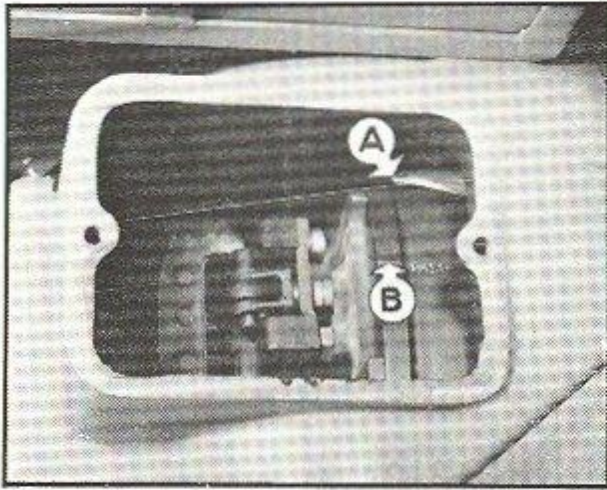

Fig. 25. — Point mort haut.
10° Calage de la distribution (fig. 25, 26 et 27) :
- Virer le moteur au moyen de la manivelle, jusqu'à ce que le repère (P.M.S. 1-4) gravé sur le volant (fig. 25) - (B), coïncide avec l'index métallique (A) fixé à l'intérieur du carter intermédiaire. Dans cette position, les pistons des cylindres N^{os} 1 et 4 se trouvent au point mort haut, l'un en phase de compression, et l'autre en fin d'échappement et début d'aspiration.